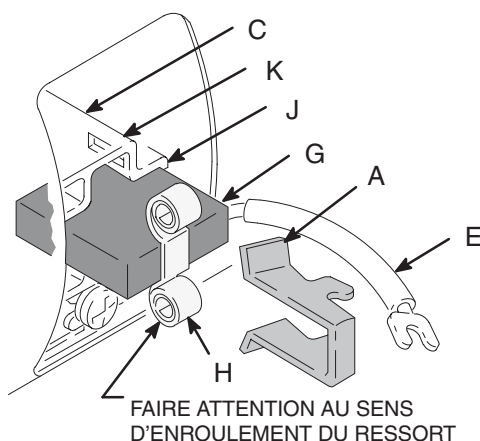

Fig. 6
8. Fig. 6. Placer le nouveau balai (G) de sorte que le fil soit placé dans l'encoche longue (J) du porte-balai (C).
10. Fig. 6. Placer le ressort (H) sur le balai (G).
11. Fig. 6. Monter le clip (A) et le pousser vers le bas pour qu'il s'emboîte dans les encoches courtes (K) du porte-balai (C).